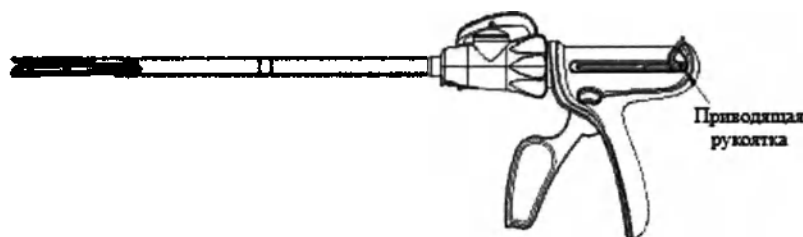

Рисунок 6
7. Убедившись, что процесс разреза и прошивания завершён, удерживайте зажим в закрытом состоянии в течение 15 секунд, затем потяните приводящую рукоятку назад до конца и отпустите ткани. После извлечения изделия из тканей снова зажмите подвижную рукоятку для закрытия зажима и извлечения его из троакара (Рисунок 6).